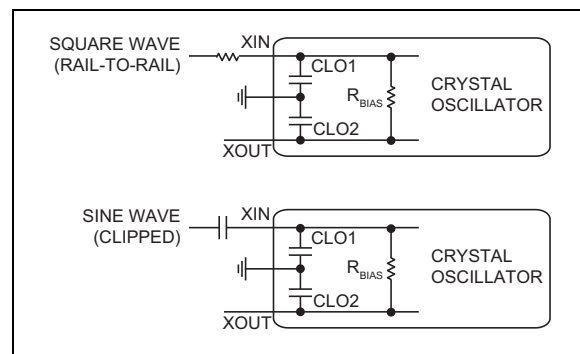

图 7：使用外部参考时钟驱动 X_{IN}
- 通常 X_{IN} 处的信号是正弦波，信号的峰到峰摆幅小于 V_{DD} 。对 X_{IN} 施加方波时，较高频率的谐波将通过 C_{LO1} （见图 7）耦合到接地轨，并会干扰电路的其他部分。当出现确定性抖动或相位噪声杂散之类的问题时，请尝试使用另一个串联电阻来使参考时钟方波沿呈坡度缓慢下降。100Ω 的值是首次尝试时的不错选择。